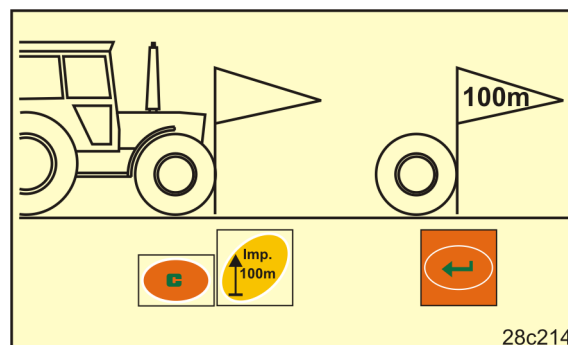

Fig. 19
2. Bring traktoren i startposition (Fig. 19) og såmaskinen i arbejdsposition (afbryd evt. såsædsdoseringen).